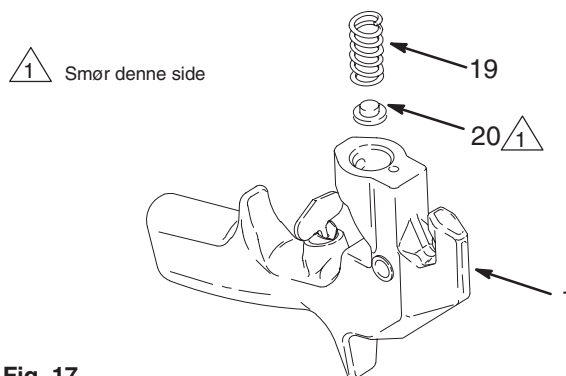

Fig. 17 03979
5. Hvis fjederen (19) har været afmonteret, smøres fjederjusteringen (20) og fjederen sættes i. Denne enhed sænkes ned i pistolhuset (1). Se Fig. 17.